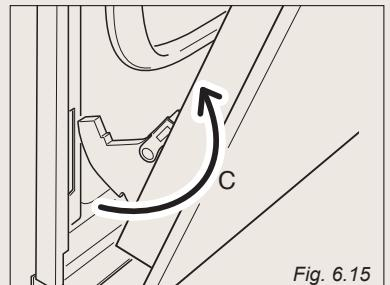

Fig. 6.15
- \* Retirez les crochets de charnière de leur emplacement en suivant la flèche "C" (fig. 6.15).